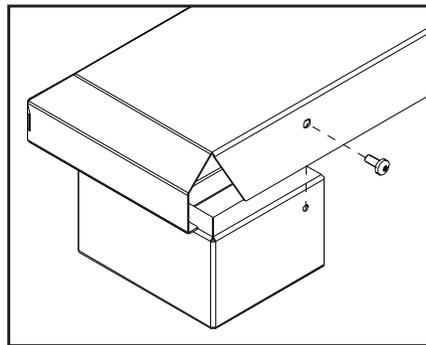

Figure 37: Installation de l'étagère de base sur la colonne montante.
3. Si vous installez avec des colonnes l'étagère de base doit être fixé à la colonne montante avec une vis à chaque extrémité de l'arrière (voyez Figure 37).